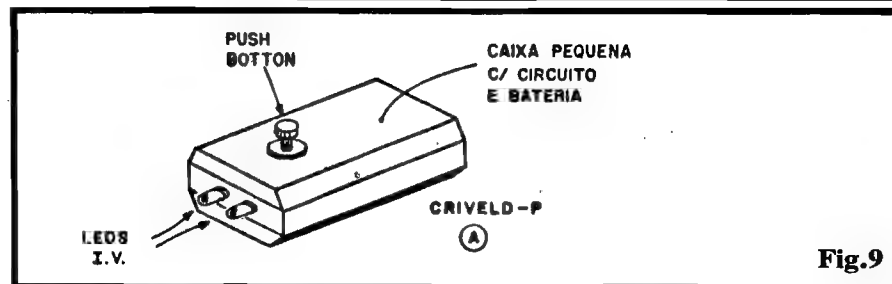

Fig.9
- FIG. 9 - "ENCAIXAMENTO" DO TRANSMISSOR - Com sua minúscula plaquinha, e bateria pequena, o conjunto "A" do CRIVELD caberá num container bem portátil, devendo o lay out geral assemelhar-se ao sugerido na figura... Confortável para acionamento, e eficiente no direcionamento do feixe de infravermelho projetado (os LEDs com suas "cabeças" bem próximas, lado a lado, rigorosamente "apontado" para a mesma direção...), são as características buscadas na configuração... Pequenas variações no "jeitão" final são aceitáveis, mas sempre feitas com bom senso... Dentro da caixinha, convém prender a plaquinha com parafuso/porca ou adesivo forte, calçar a bateria com um pedaço de isopor ou espuma de nylon, e fixar bem os LEDs com cola de epoxy ou de ciano-acrilato, de modo que nada fique "jogando"...